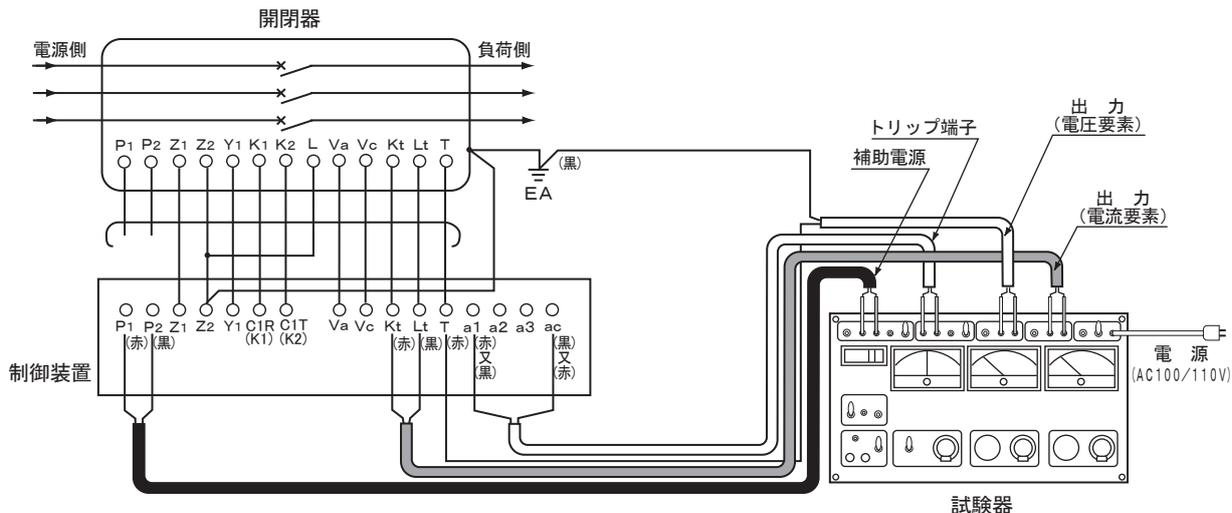

図10 双興電機製作所製(DGR)によるテスト回路の一例
①制御装置試験項目の管理値は表3のとおりです。
②図10、11の試験回路は制御装置だけの地絡動作時間測定となります。